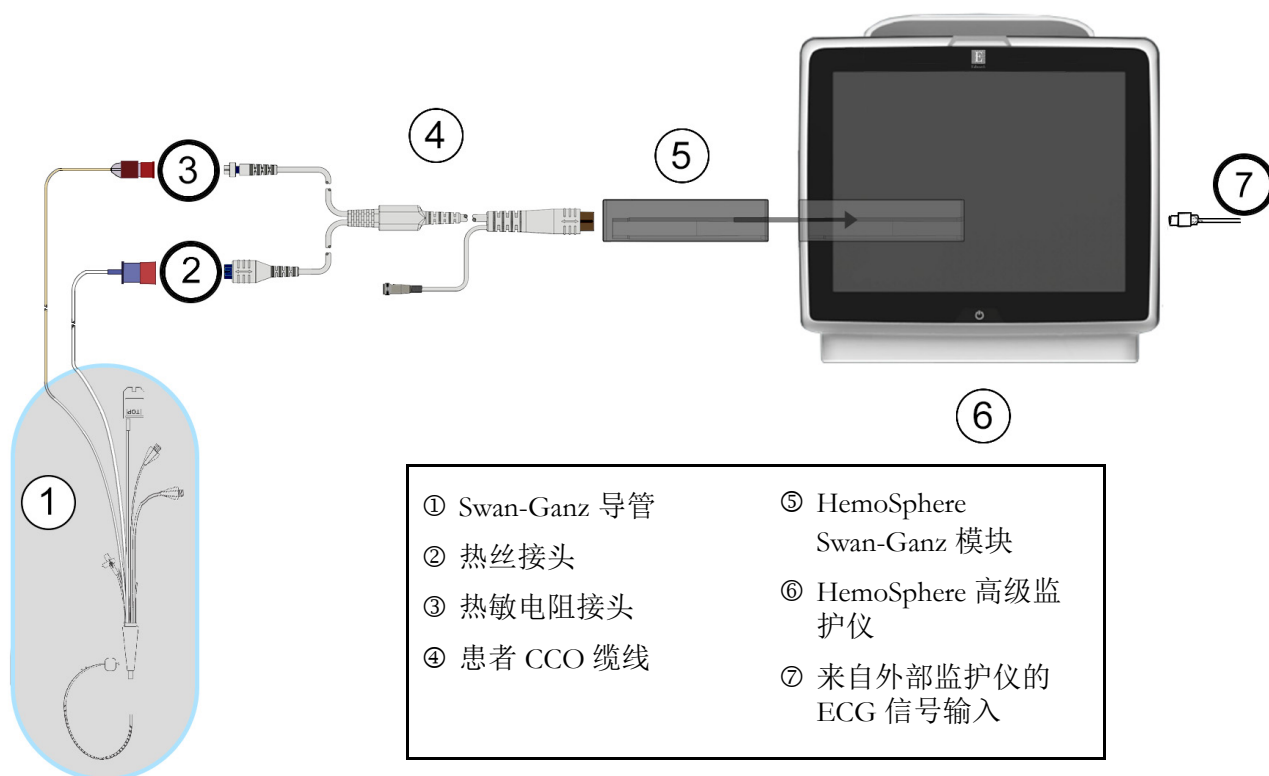

图 9-8 EDV/RVEF 连接概览
- 2 将患者缆线的导管端连接到 Swan-Ganz CCombo V 导管的热敏电阻和热丝接头上。在图 9-8 中，这些接头以 ② 和 ③ 标出。